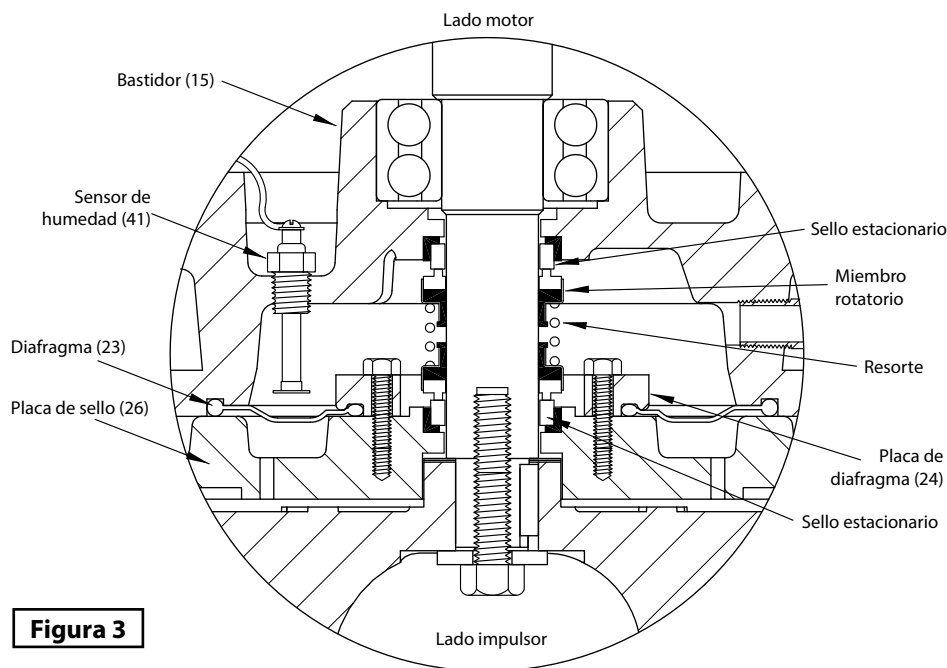

Figura 3
Sello/Diafragma - (Vea la figura 3). Limpie las cavidades en el bastidor (15) y la placa de sello (26). Humedezca ligeramente la superficie interna y externa del sello mecánico (19) con un poco de agua (**no use grasa o aceite**). Presione firmemente el miembro estacionario en el bastidor (15) y en la placa de sello (26). Teniendo cuidado de no dañar la cara del sello